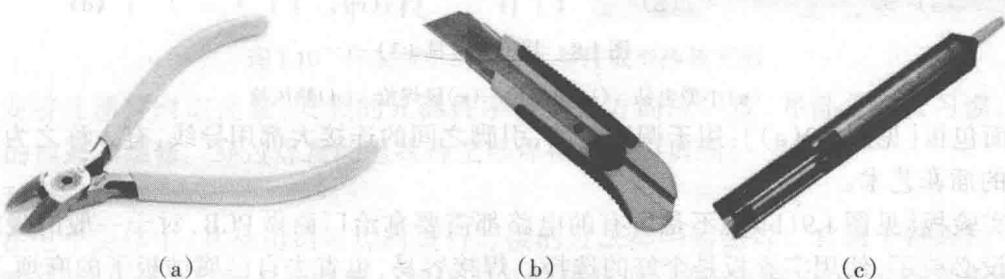

图 1.6 其他工具(1)
(1) 斜口钳[见图 1.6(a)]：可以用来剪器件管脚或者导线。
(2) 工具刀[见图 1.6(b)]：起“破坏”之用的，如电路板连线短路后，可以用刀割开。
(3) 吸锡器[见图 1.6(c)]：当你把电路板弄得焊锡太多，或要拆元器件的时候，它是个好帮手。